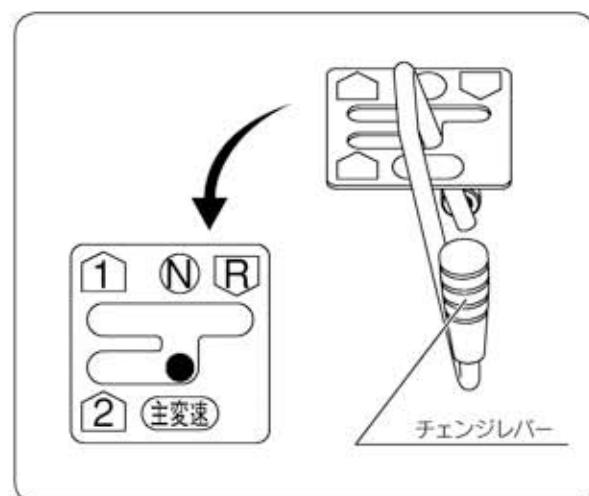

図4
- ① チェンジレバーが [N] 位置になっているかを確認してください。（図4）